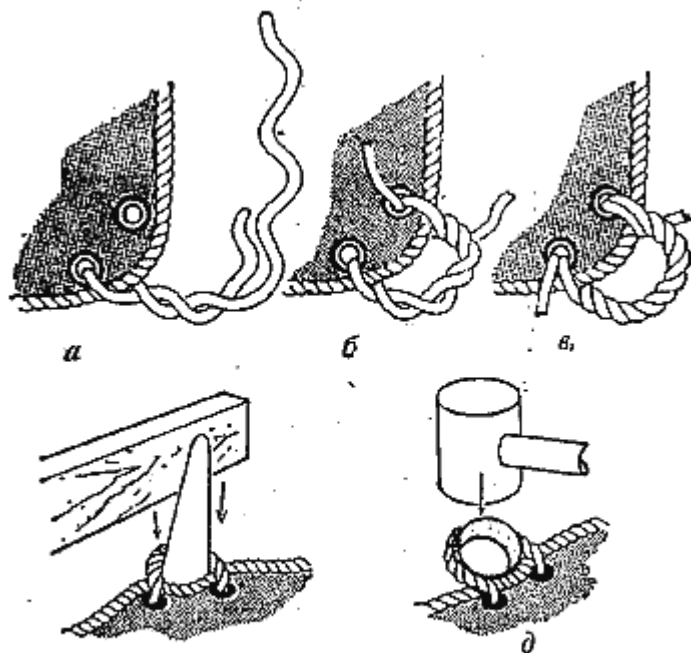

Рис. 62. Заделка кренгельса:
Длинный конец пряди пропускают через второй люверс и закручивают вокруг самого себя к первому люверсу и обратно, пока не образуется кренгельс из трех прядей (рис. 62)— и работа сделана *.
** Концы прядей надо закрепить, связав их полуузелом и наложив на это место бензель или затяжную марку. Иногда расстояние между люверсами на парусе делают меньше, чем диаметр коуша, как показано на рис. 62, чтобы угол охвата коуша кренгельсом был больше. В таком случае между люверсами делают бензель, чтобы парусина в этом месте не была перегружена (прим. переводчика).*